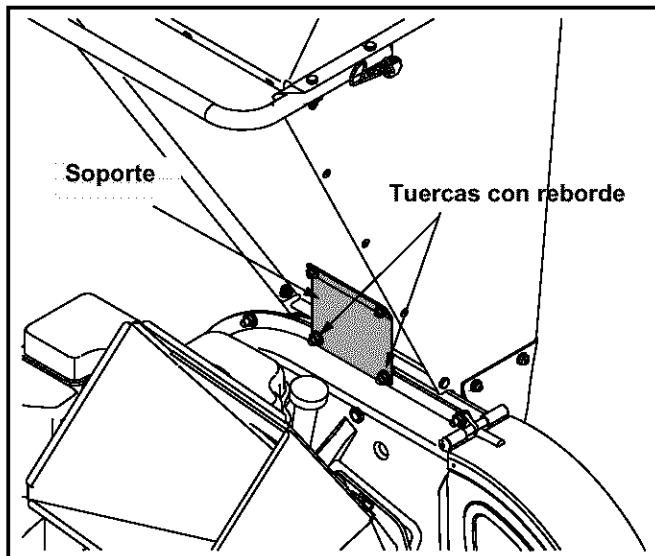

Figura 19
- Saque las dos tuercas con reborde (y los pernos hexagonales) que sujetan el soporte de la tolva a la caja del motor. Guarde los elementos de ferretería. Ver Figura 19.